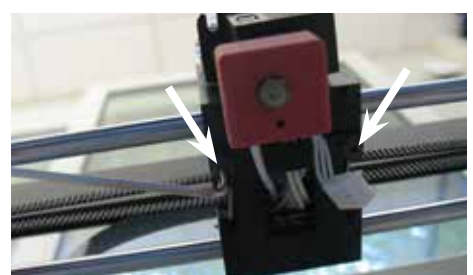

图 75
- ⇒ 松开夹板左侧的螺丝，转大约 1 圈，并拆下右侧螺丝 (图 75)，